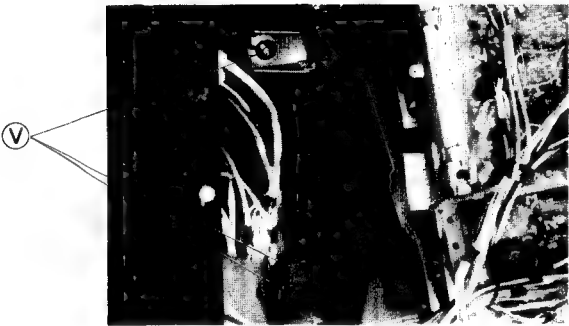

Fig. 19 Abb. 19
- b. Remove 3 screws (V) in fig. 19. (Left side)
- b. Die 3 Schrauben (V) in Abb. 19 entfernen. (Linke Seite)